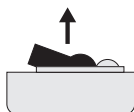

Рис. No. 5
4. Вытащите пластиковую пластину, находящуюся между одним из клемм и контактом слота для батарей (см. Рис. No. 5).